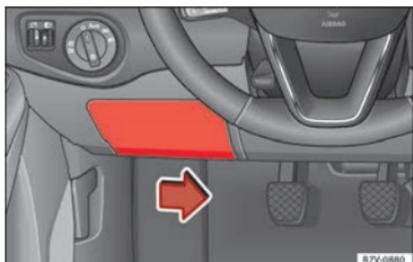

Fig. 59 No painel de instrumentos do lado do condutor: tampa da caixa de fusíveis.
- Para soltar a tampa, desloque o manípulo de acionamento, situado na parte inferior do mesmo, para a direita » **Fig. 59**.